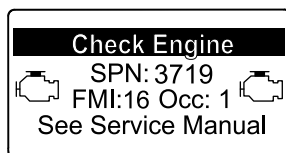

Bild 40
- Motorwarnung SPN 3720, FMI 16 (Bild 40)